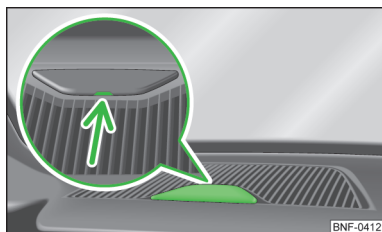

Fig. 66
- › Stik en skruetrækker ind i udskæringen » Fig. 66, der er markeret med en pil, og klap forsigtigt afdækningen op.
- › Luk åbningen til holderen i instrumentpanelet med afdækningen » Fig. 66.